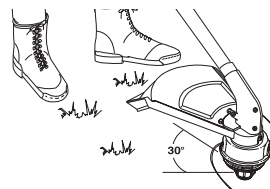

Figure 14
Gire toda la unidad a modo de que el accesorio de corte se ubique a un ángulo de 30° con el suelo (Fig 14).
5. Inserte la línea en el orificio de cierre (Fig. 17). No empuje la línea más de 12,7 mm (1/2 pulgada) dentro del orificio de cierre. Cuando la línea está bien insertada, formará un bucle pequeño (Fig. 14).